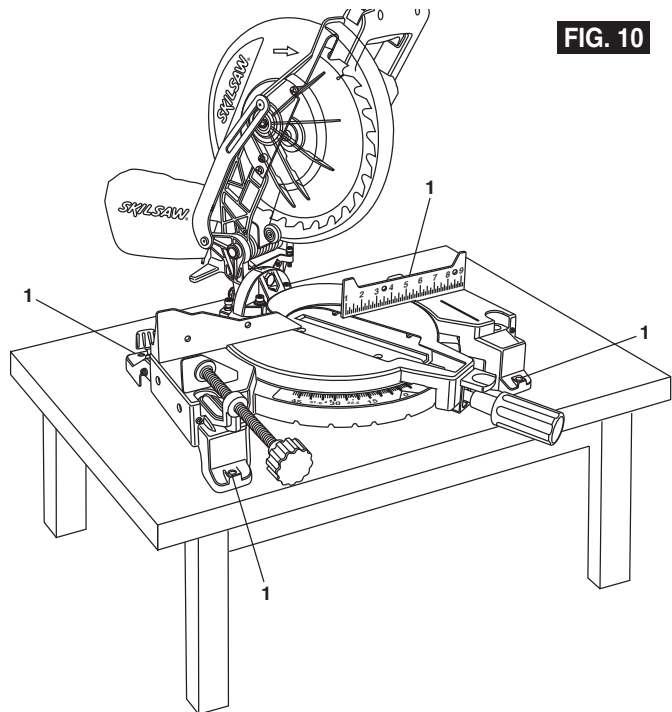

FIG. 10
6. Retirez le boulon de fixation de la lame **5**, le collier de la lame **6** et la lame. Il n'est pas nécessaire de retirer la rondelle intérieure **7** (Figure 10).
8. Installez le collier de la lame **6** dans le sens correct, puis installez le boulon de fixation de la lame **5** (Figure 10). Serrez le boulon de fixation de la lame **5** avec les doigts seulement. Appuyez sur le dispositif de verrouillage de l'arbre et serrez le boulon de fixation de la lame **5** à fond, mais sans serrer excessivement.
Mount the saw to the workbench using the four mounting holes (5/16" $\mathbf{1}$) to the workbench (Figure 10). Check for clearance to the left and right of the saw.
Montez la scie sur l'établi en utilisant les quatre (4) trous de boulon (5/16 po) **1**. Assurez-vous que le dégagement est suffisant à gauche et à droite de la scie (Figure 10).
1. Chacun des quatre (4) trous de montage doit être boulonné solidement à l'aide de vis à tête plate de 5/16 po, de rondelles d'arrêt et d'écrous hexagonaux (non fournis).
3. Percez quatre (4) trous de 5/16 po de diamètre à travers l'établi.